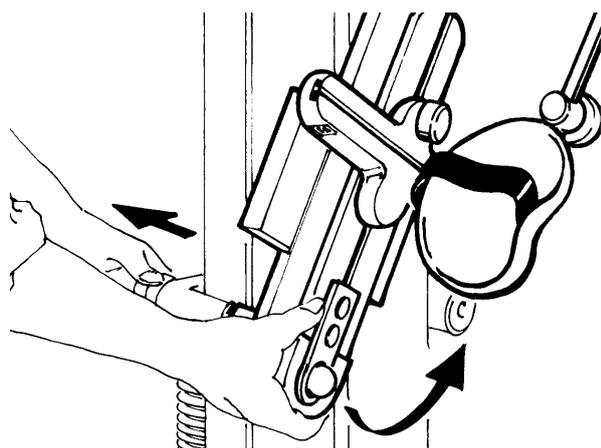
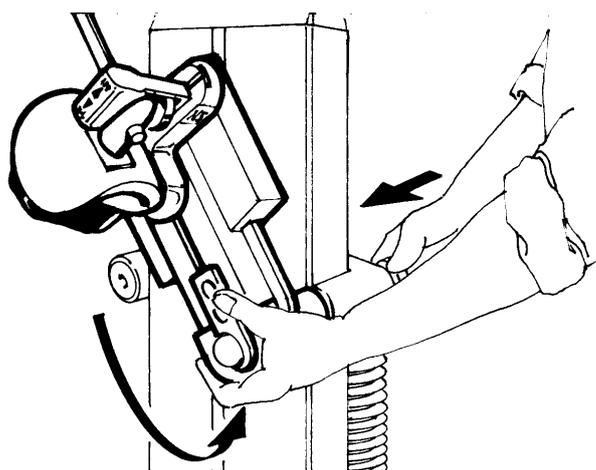

Fig. 1
Fig. 2
- mettere l'apparecchio a inclinazione 0°, cioè in posizione verticale (allentare il pomello (21) azionare la manovella (3) portare a 0° sulla scala graduata (4) e stringere il pomello (21)).
- svitare il pomello (22), sfilare il perno ad esso collegato sorreggendo il braccio meccanico per facilitarne l'estrazione (fig.1). Il braccio meccanico è collegato alla macchina nella sua parte superiore, quindi avrà un movimento tipo pendolo; posizionare il braccio meccanico sull'altro centro di rotazione, (fig.2) infilare il perno ed avvitarlo in modo da rendere solidale il tutto.